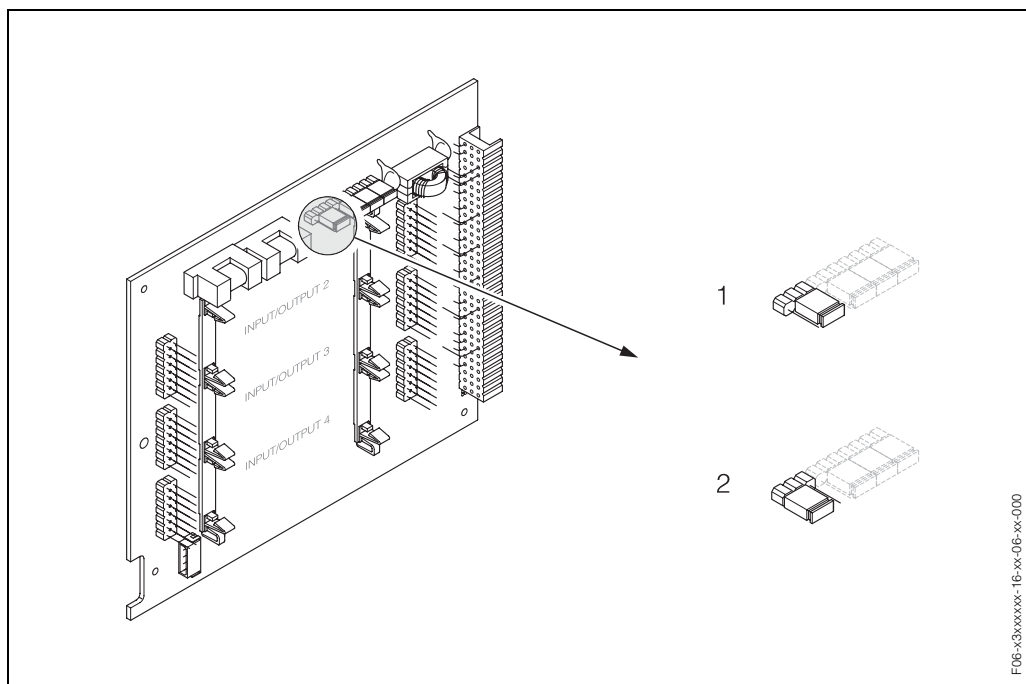

fig. 28: Activer/désactiver la protection en écriture (platine E/S)
3. Activer ou désactiver la protection en écriture HART au moyen d'un pont (fig. 28).